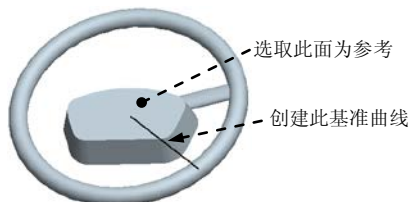
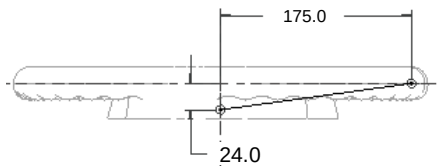

图 4.4.44 创建基准曲线（草绘 3）
图 4.4.45 截面草图
Step12. 创建图 4.4.44 所示的草绘 3。在操控板中单击“草绘”按钮，选取 DTM2 基准平面为草绘平面，选取图 4.4.44 所示的模型表面为参考平面，方向为顶；绘制图 4.4.45 所示的截面草图。